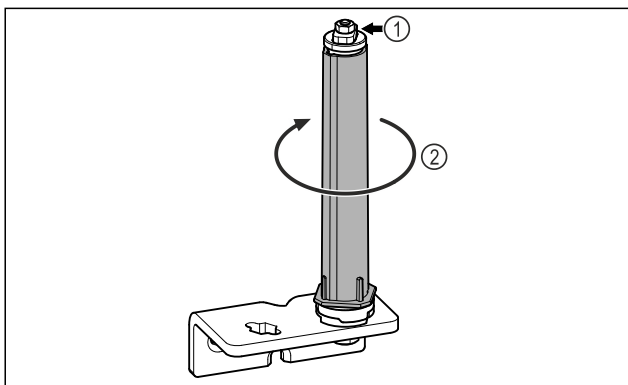

Fig. 18
▶ Не разбирайте систему закрытия двери Fig. 18 (1).
- ▶ Поворачивайте систему закрытия Fig. 18 (2) до щелчка.